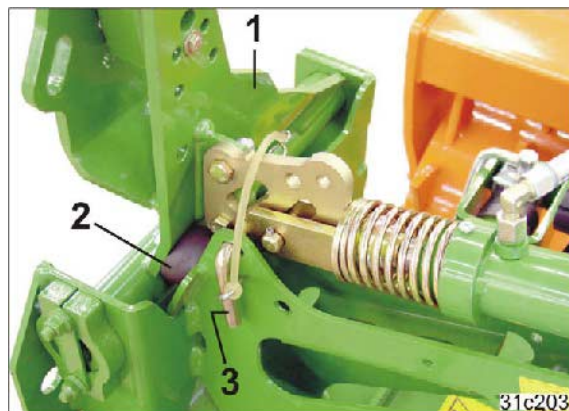

Рис. 131
Фиксируйте маркеры фиксирующими пальцами сразу после завершения работ на поле (Рис. 131/2).
Вынимайте фиксирующие пальцы (Рис. 131/2) только непосредственно перед началом работ на поле.
4. Прижмите консоль маркеров (Рис. 131/1) к резиновому амортизатору (Рис. 131/2) и зафиксируйте фиксирующим пальцем (Рис. 131/3).